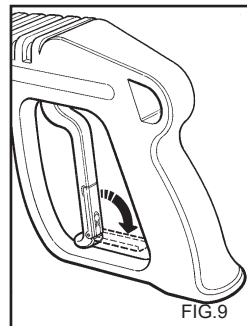

FIG. 9
- Stäng fästets skyddskåpa när rengöringsmaskinen inte används (fig.9).